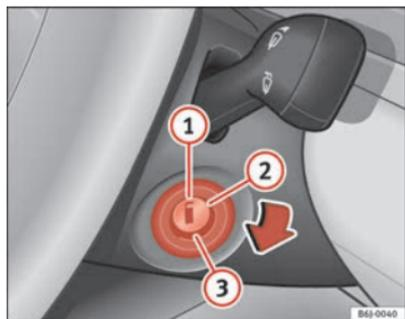

Fig. 94 Posições da chave da ignição
Nesta posição, ⇒ fig. 94 a ignição e o motor estão desligados, podendo bloquear a direcção.
- Rode a chave da ignição para a posição ⇒ página 135, fig. 94 ②. O aviso  acender-se-á em caso de pré-incandescência do motor.
- Quando o aviso se desligue, rode a chave da ignição até à posição ③ para arrancar o motor, sem acelerar.
- Rode a chave da ignição até à posição ⇒ página 135, fig. 94 **1**.